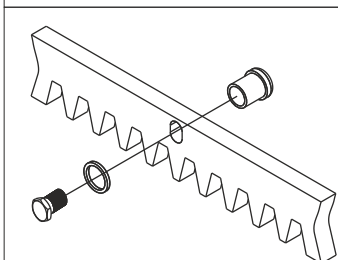

Fig. 8
- 5.2.** Fixez les cliquets de support à chaque élément de crémaillère à l'aide des vis de blocage correspondantes, en faisant attention de les positionner dans la partie supérieure de la fente (Fig. 8)